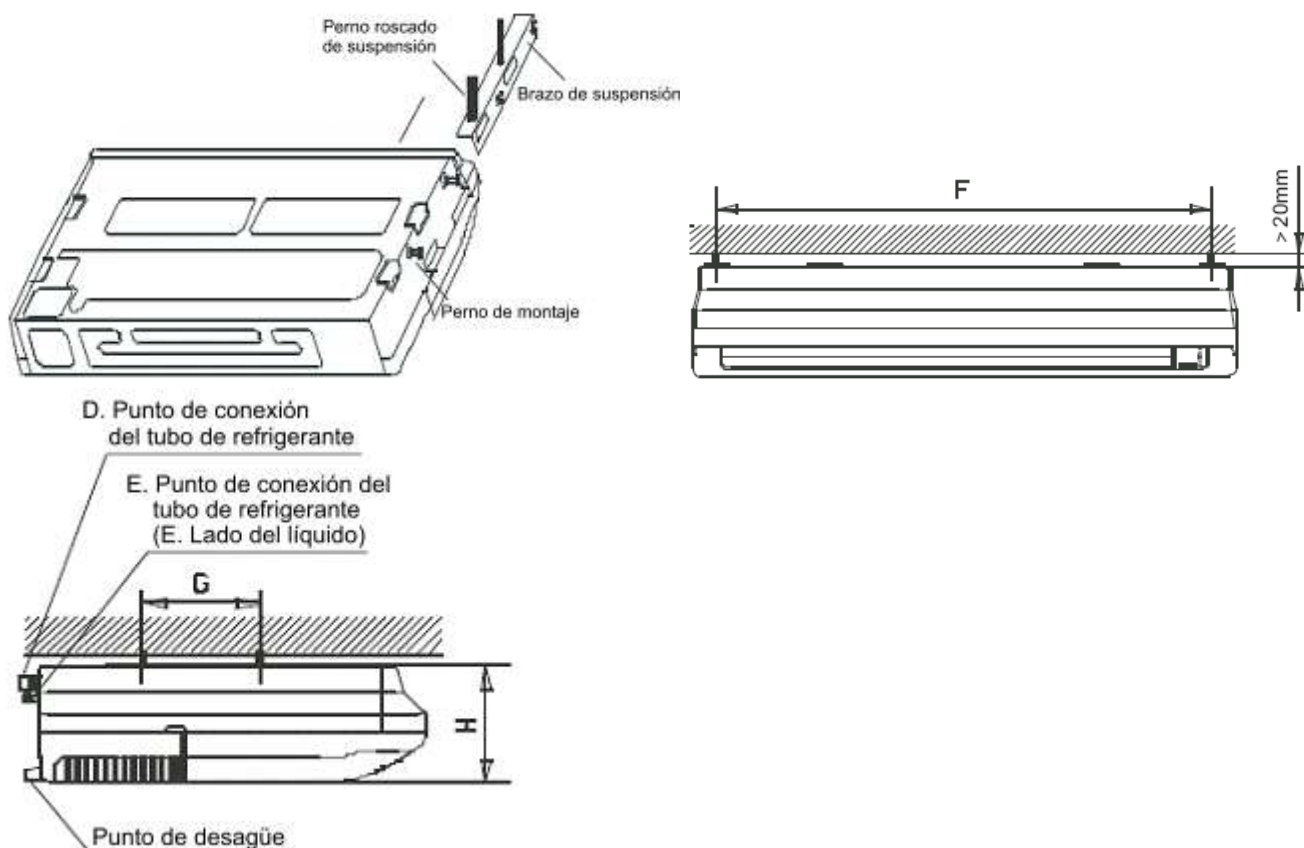

Fig. 1-13
3. Cuelgue la unidad en el brazo de suspensión deslizándola hacia atrás. Apriete firmemente los pernos de montaje en ambos lados. (Consulte la Fig. 1-13)